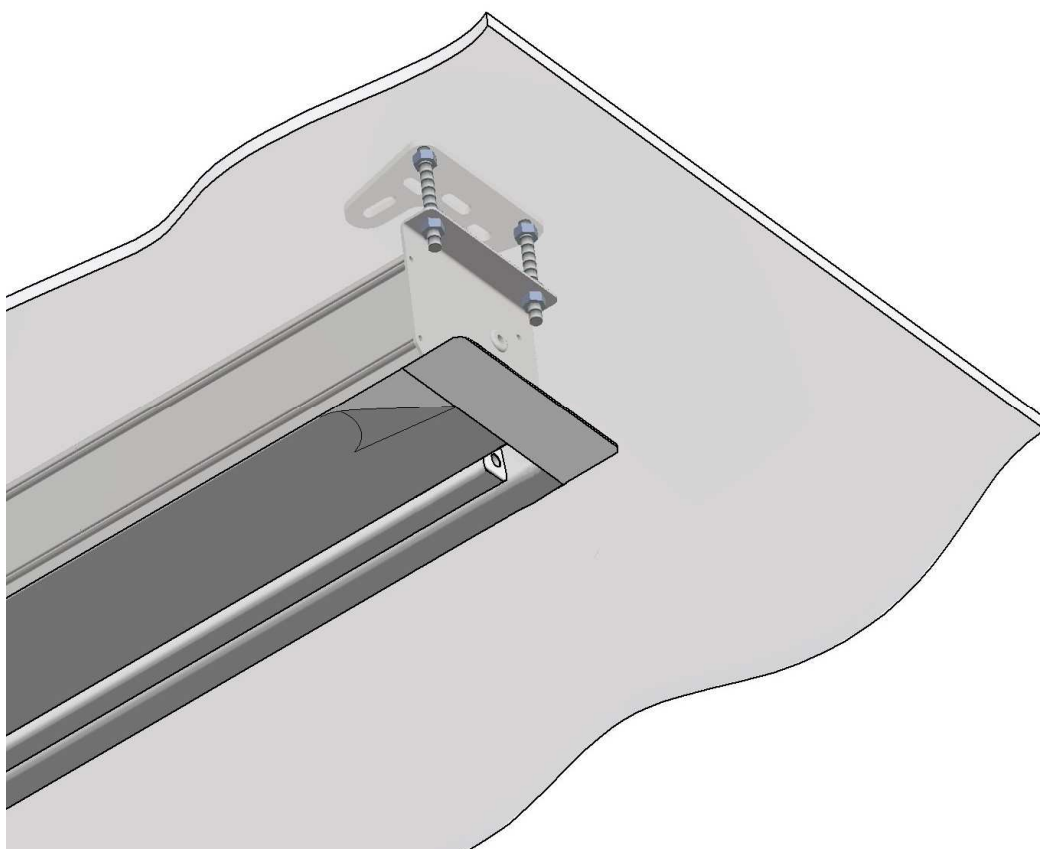

Rys.11
12. Po ostatecznym sprawdzeniu całości instalacji załóż maskownice boczne na magnesy przyklejone do maskownic (**Rys. 11**). W ekranach z naciąganiem bocznym rozwiń całkowicie powierzchnię. Jeżeli jest taka konieczność, korzystając z klucza ampulowego wyreguluj siłę naciągu śrubami po obu stronach dolnej belki.